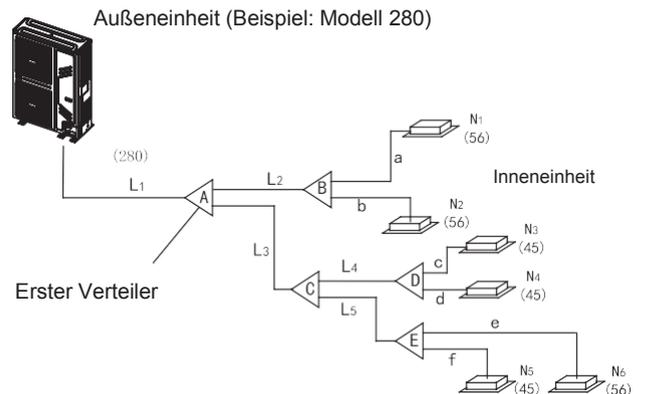

Abb. 4-6
- Hauptrohr (siehe Abb. 4-6 und Tabelle 4-4):
In Abb. 4-6 (Hauptrohr L1) beträgt die Leistung der Außeneinheit 28 kW. Der Durchmesser der Kältemittel- und Flüssigkeitsrohre beträgt $\Phi 22,2 / \Phi 9,5$. Die äquivalente Gesamtlänge der Kältemittel- und Flüssigkeitsrohre beträgt > 90 m. Wie in Tabelle 4-4 angegeben, beträgt der Durchmesser der Kältemittel- und Flüssigkeitsrohre $\Phi 25,4 / \Phi 12,7$ beträgt. Verwenden Sie gemäß dem Prinzip des Maximalwertes die Maße $\Phi 25,4 / \Phi 12,7$.